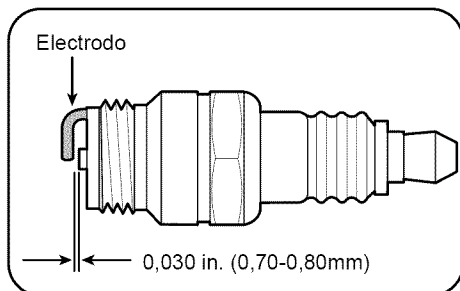

Figura 20
- Inspeccione la separación utilizando un calibrador de separaciones de alambre. Ajuste la separación a 0,030" (0,76mm) doblando con mucho cuidado el electrodo con conexión a tierra. Vea la Figura 20.